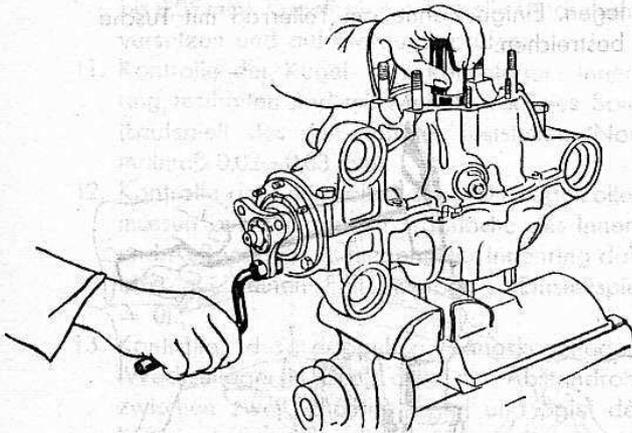

Bild 169
18. Antriebskegelrad mittels Kurbel am Kupplungsflansch mehrmals vor- und rückwärts drehen, während gleichzeitig das Tellerrad am Ausgleichgehäuse abgebremst wird, damit der Zahneingriff sich deutlich abzeichnet (Bild 169).